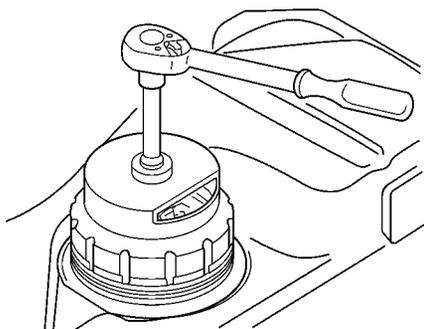

图5-94 用专用工具旋下大螺母
- ⑥ 将橡胶件推入。
- ⑦ 旋下在车底部的加油颈固定螺栓。
- ⑧ 拔下位于车辆底部的输油管、回油管和通气管
⑨ 将发动机(及变速器)托架放置在燃油箱下。
⑩ 松开燃油箱夹带。
⑪ 放下燃油箱。
(2) 燃油泵的拆卸
① 在点火开关切断的情况下,拔下蓄电池搭铁线。
② 拆下位于行李箱内地毯下的燃油箱密封凸缘的盖板。
③ 从密封凸缘上拔下进油管、回油管和通气管,再拔下3个端子的导线接头。
④ 用专用工具旋下大螺母,如图5-94所示。